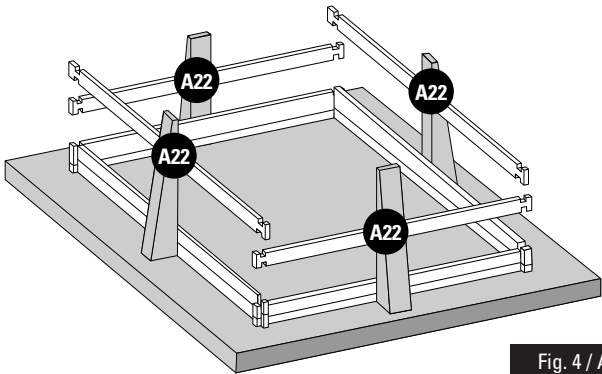

Fig. 4 / Abb. 4 / Afb. 4
3rd LAYER OF BOARDS: Install the third layer of boards as shown in figure 4. The position of the refilling fitting with the key and the skimmer should be defined at the start of the assembly (read the specific paragraphs).
3ÈME RANGÉE MADRIERS : Positionnez les madriers de la 3ème rangée conformément à la figure 4. Vous devez avoir déterminé l’emplacement de la buse de refoulement et du skimmer dès le début du montage (voir paragraphes spécifiques).
3. BRETTERREIHE: Platzieren Sie die Bretter der dritten Reihe laut Abb. 4. Zu Beginn der Montage müssen Sie die Lage des Druckventils und des Skimmers festlegen (lesen Sie hierzu die entsprechenden Abschnitte).
3ª RIJ PLANKEN: Plaats de planken van de derde rij zoals te zien is op afbeelding 4. U moet al bij aanvang van de montage bepalen op welke plaats het uitstroombmondstuk en de skimmer moet komen (less de betreffende paragrafen).